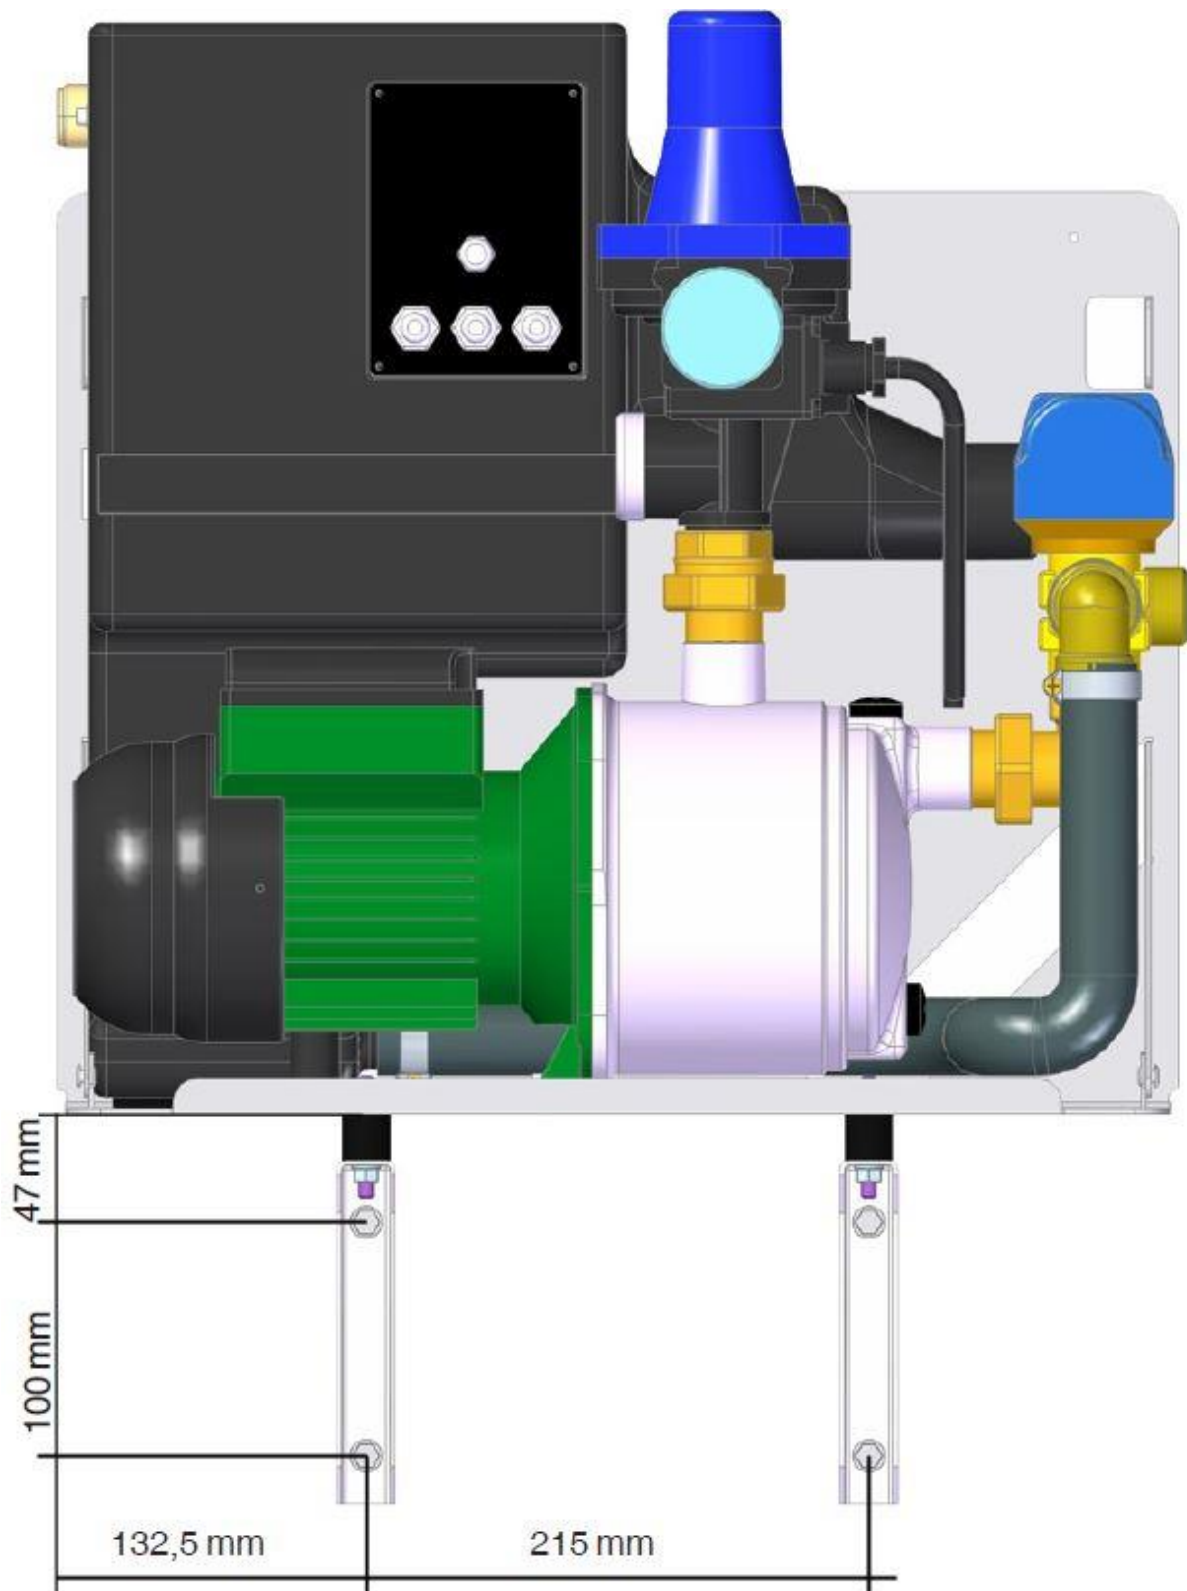

Bild 8.2.1
- Den Cube von oben in die Wandhalterung einsetzen, ausrichten und die beiden oberen Befestigungslöcher anzeichnen (siehe Bild 8.2.1);
- Den Cube wieder von oben in die Wandhalterung einsetzen und mit den Schrauben und Unterlegscheiben sicher befestigen (siehe Bild 8.2.1).